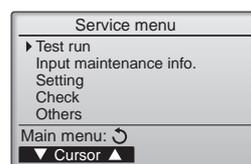

Fig. 7-1
- 1 Выберите режим "Test run" (Пробный пуск) в Сервисном меню и нажмите кнопку [ВЫБОР]. (Fig. 7-1)